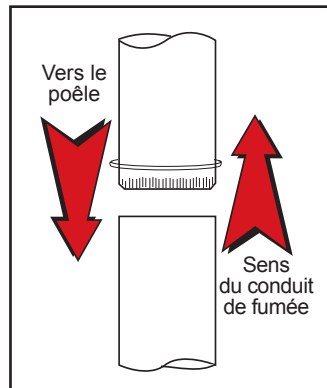

Figure 2.3
- Commencez par assembler le collet de cheminée au poêle. Insérez la première extrémité sertie dans le collet de cheminée du poêle en veillant à diriger chaque extrémité sertie vers le poêle (figure 2.3). En utilisant les trous du collet de cheminée comme guides, percez des trous de 3 mm (1/8 po) dans le bas de la première section du carneau et fixez-la au collier de cheminée avec trois vis à tôle n° 10 x 1/2 po. Soulevez la plaque chauffante et protégez la surface du poêle entre l'ouverture de la plaque chauffante et l'avant du collet de cheminée pour protéger la finition lorsque vous percez le trou avant.